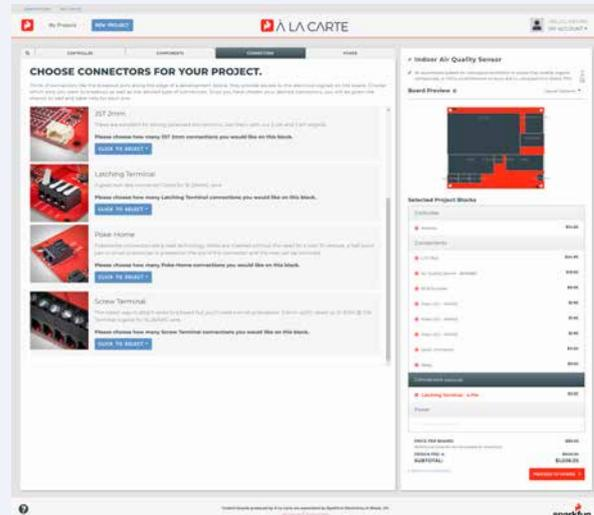

Bild 6. Ein vierpoliger verriegelbarer Klemmanschluss.
Schritt 3: Hinzufügen von Verbindern (optional). Jedes Signal auf der Platine kann über eine Vielzahl von verschiedenen Steckertypen zugänglich gemacht werden. In diesem Projekt fügen wir einen 4-poligen Verriegelungsklemmblock hinzu (**Bild 6**), damit wir die Möglichkeit haben, zukünftig zusätzliche Bauteile anzuschließen, zum Beispiel einen Feinstaubsensor.